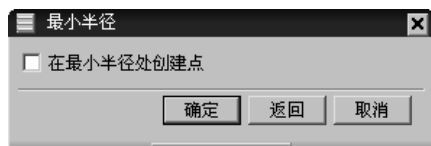

图 7.1.13 “最小半径”对话框
Step2. 选择下拉菜单**分析(A) → 最小半径(R)...**命令，系统弹出图 7.1.13 所示的“最小半径”对话框，选中**在最小半径处创建点**复选框。